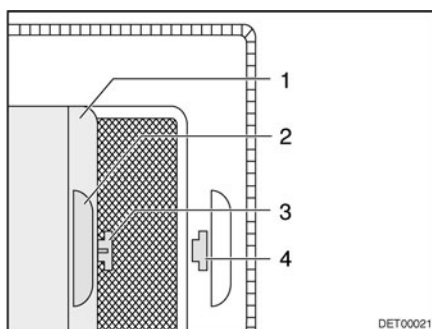

Fig. 63 Store occultant
- Tirer le store occultant (Fig. 63,1) par la poignée (Fig. 63,2) et accrocher le crochet (Fig. 63,3) dans l'ouverture (Fig. 63,4).
- Tirer le crochet (Fig. 63,3) de l'ouverture (Fig. 63,4) et laisser revenir le store occultant.